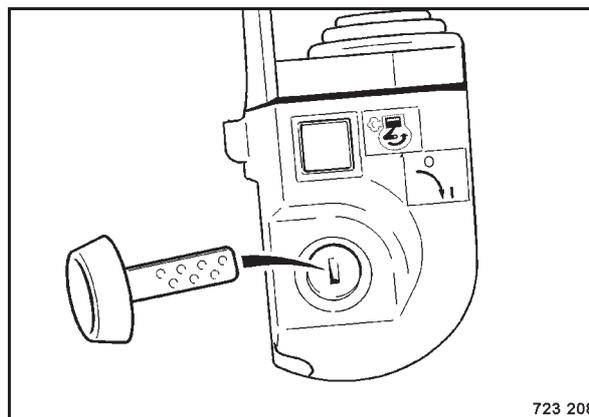

Bild 84
- Zündschlüssel (Bild 84) abziehen und sicher verwahren.